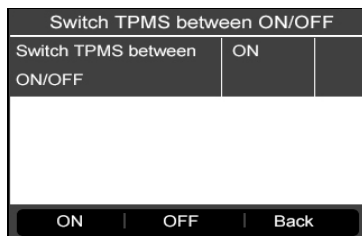

Рисунок 4.41
- 5) Нажмите **функциональную** кнопку **ON [ВКЛ]** или **OFF [ВЫКЛ]**, чтобы включить/выключить систему TPMS. (См. рисунок 4.41)